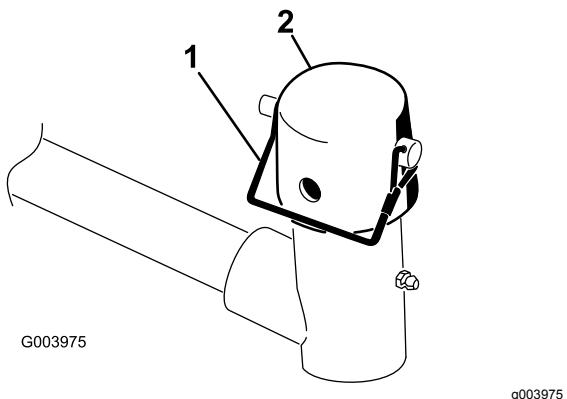

Рисунок 9
7. Снимите стопорный штифт и крышку с поворотной втулки подъемного рычага (Рисунок 9).
11. Прикрепите крышку и ось несущей рамы к втулке подъемного рычага с помощью стопорного штифта (Рисунок 9).